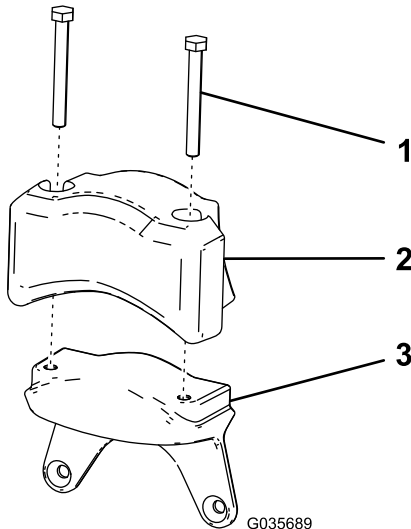

Bild 8
1. Befestigen Sie das elektrische Gegengewicht und die beiden Sechskantschrauben (5/16" x 2 3/4"), die Sie im Schritt Entfernen des elektromotorbetriebenen Gegengewichts \(Seite 4\) entfernt haben, am neuen Gewicht (Bild 8).